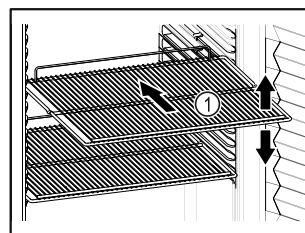

Fig. 60 Immagine a titolo di esempio
- ❑ Se è possibile spostare i ripiani *Fig. 60 (1)*, regolarli in altezza.